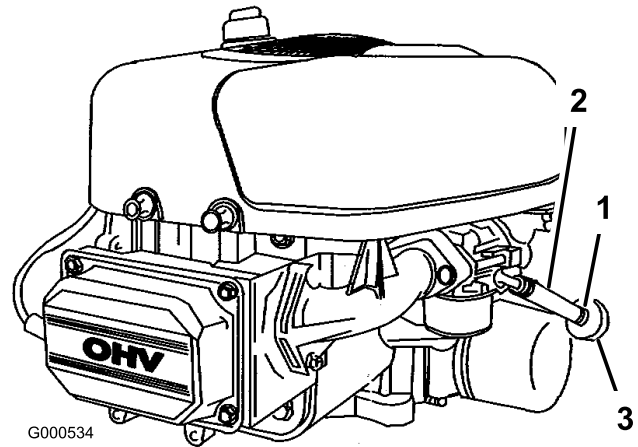

Bild 30
4. Lockern Sie die Schlauchklemme am Kraftstofffilter und schieben Sie sie an der Kraftstoffleitung weg vom Kraftstofffilter (Bild 30).
5. Ziehen Sie die Kraftstoffleitung vom Filter (Bild 30).
7. Bringen Sie die Kraftstoffleitung am -filter an. Schieben Sie die Schlauchklemme ganz an den Kraftstofffilter heran, um die Kraftstoffleitung zu befestigen (Bild 30).
4. Drücken Sie die Enden der Schlauchklemmen zusammen und schieben Sie sie vom Filter weg (Bild 30).
6. Setzen Sie einen neuen Filter ein und schieben Sie die Schlauchklemmen an den Filter heran (Bild 30).